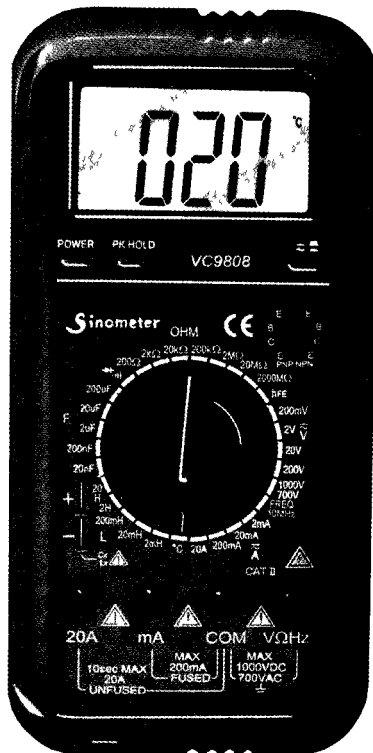

Рис. 14
**VC9808** (рис. 14) предназначен для измерения напряжения и силы постоянного и переменного тока, индуктивности и емкости, сопротивления и частоты, температуры. Он позволяет осуществлять проверку полупроводниковых диодов и транзисторов, прозвонку электрических цепей, определять статические коэффициенты усиления транзистора и т. д.